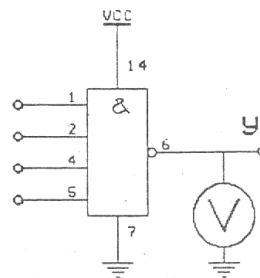

图 1.1
(1). 选用双四输入与非门 74LS20 一只,插入面包板,按图 1.1 接线、输入端接 S₁~S₄(电平开关输出插口),输出端接电平显示发光二极管(D₁~D₃ 任意一个)